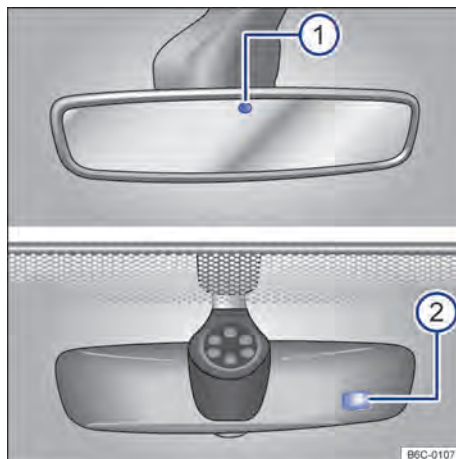

Fig. 79 En el parabrisas: espejo retrovisor interior antideslumbrante automático.
Con la ignición conectada, los sensores miden la incidencia de la luz por atrás → **fig. 79** ① y por adelante ②.